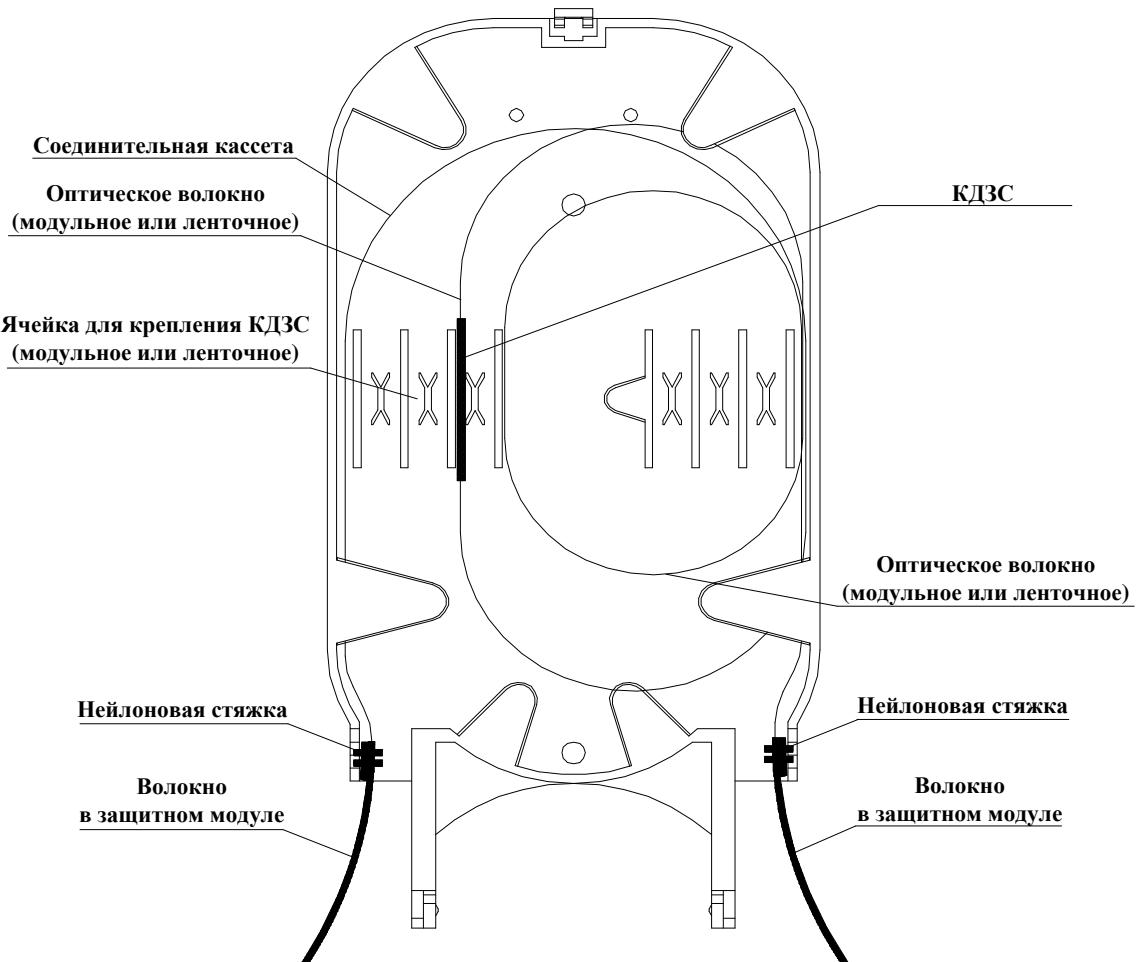

Рисунок 6
- 6.7.3 Смотрите рисунок 6
- 6.7.7 Смотрите рисунок 6